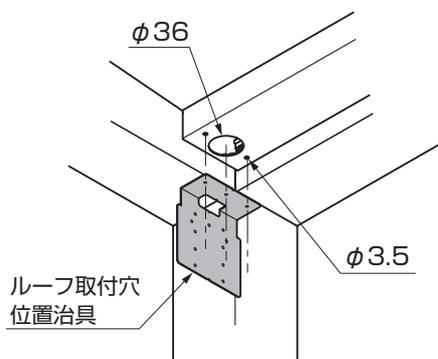

図12-20 A部詳細図
- ルーフ取付穴位置治具の折り曲げ部を樋の入隅部に突き当てると正確に位置出しができます。(図12-20参照)